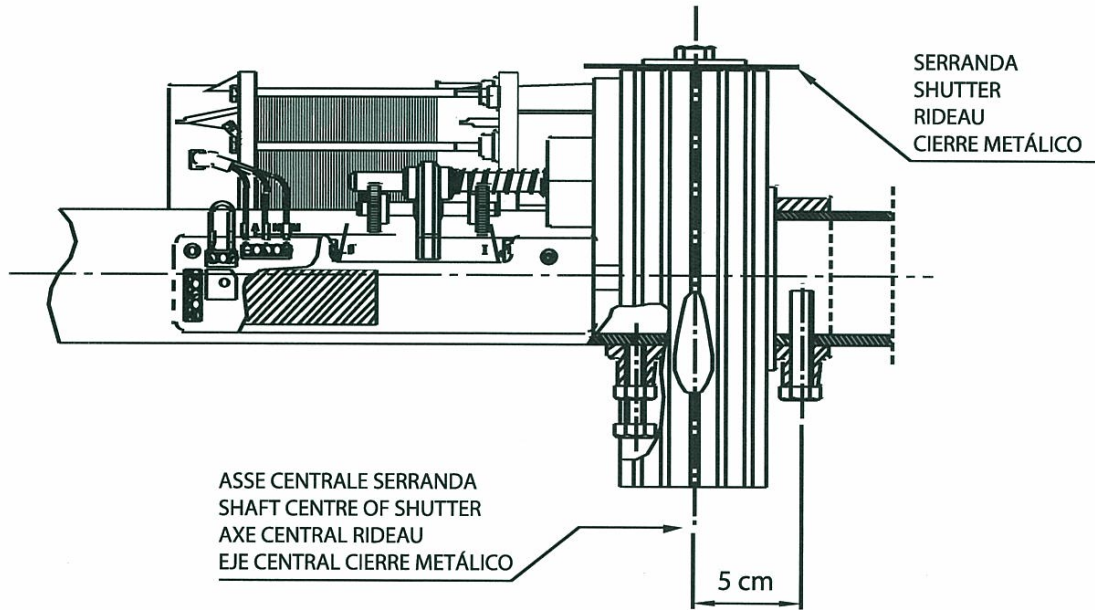

FIG. 1
13) Tighten by hand the gear by 1-1/2, turns by bringing the grip towards microswitch I (down) fig. 1 (It must turn easily);
19) Should the shutter need to be installed contrary to the description in fig. 1, the steps described above should be carried out to the contrary as microswitch II will stop the descent and microswitch I will stop the opening.
1) Faire un trou d'un diamètre de 10 mm. a 5 cm. du centre de l'arbre du rideau (voir fig. 1);
13) Faire tourner a manuellement la couronne de 1-1/2 tours en approchant le pommeau vers le microinterrupteur I (descente) fig. 1 il doit tourner librement;
19) Dans le cas d'une installation contraire par rapport à la fig. 1, agir de manière inverse à ce qui a été décrit vu que le microinterrupteur II arrêtera la descente tandis que le microinterrupteur I arrêtera la montée.